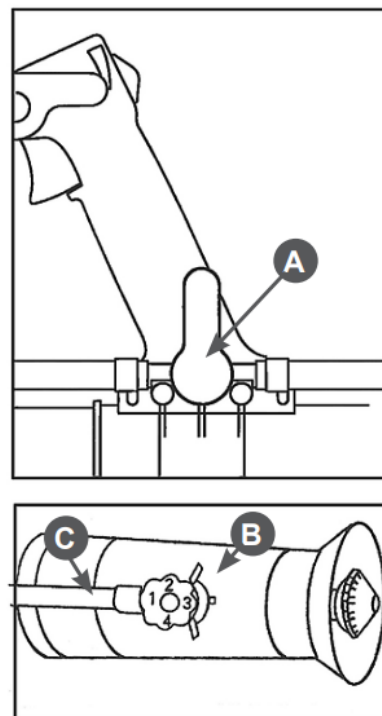

Рисунок 22 - Настройка дозатора (А - Кран запорный В - Регулятор дозатора С – Шланг)
Запорный кран А (Рис. 22) на рукоятке управления открывает и перекрывает подачу раствора.
3. Количество выделяемого раствора может изменяться поворачиванием регулятора В дозатора (Рис. 22) на сопле.
Позиция «1» на регуляторе дозатора это минимальный поток распыляемой жидкости, а «4» — максимальный. Необходимый номер позиции регулятора должен быть установлен напротив шланга сопла С (Рис. 22). Проверьте работу дозатора с регулярными интервалами. Для этого: